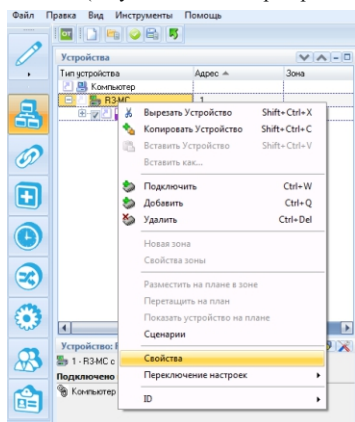

Рисунок 7.1
- нажать правую кнопку мыши и выбрать строку «Свойства» (рисунок 7.1);